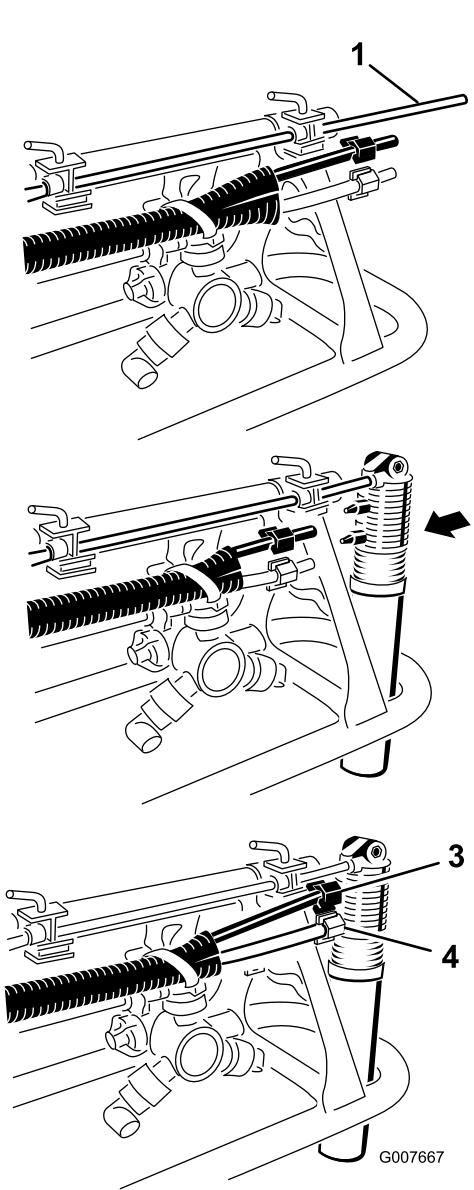

図 21
- 付属部品の中から泡用ノズルを探し出し、各ノズルを図 21 に示すように取り付けロッドに取り付ける。